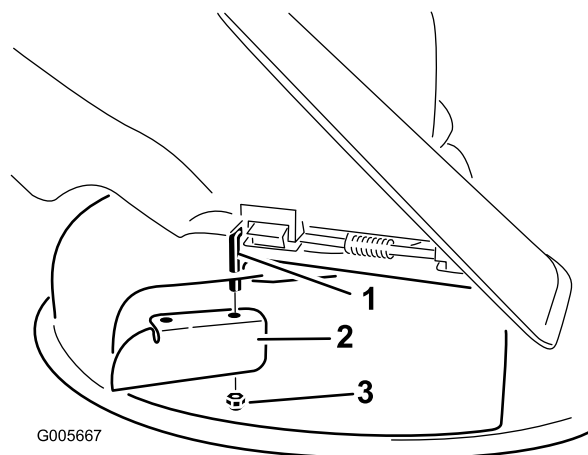

Figura 29
- Instale la placa deflectora en la varilla de pivote (Figura 29). Utilice la tuerca fina (3/8 pulgada) existente para fijar la placa al cortacésped.